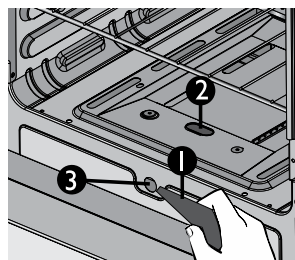

Figura 41.
- Abra la puerta del horno. Localice la perforación para la ignición en el centro del difusor (Ver figura 41).
- Prenda un encendedor manual o cerilla y acérquelo a la perforación de ignición ubicado en la zona delantera del difusor o a la perforación ubicada en el frente del difusor según sea el modelo (Ver figura 41).